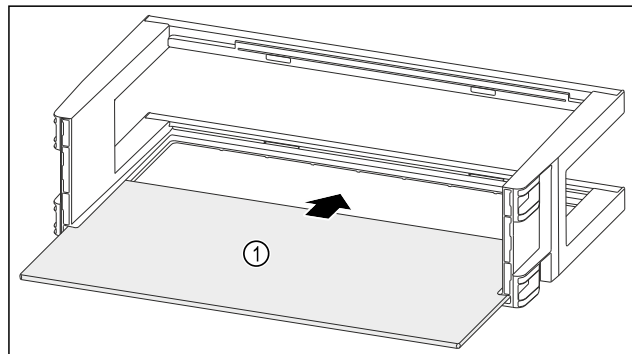

Fig. 151
- ▶ Odlagalno polico Fig. 151 (1) vstavite v stranske vdolbine.